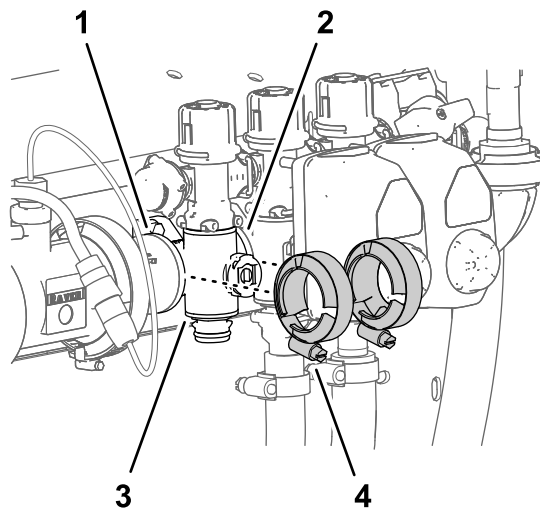

图 126
3. 取下将喷洒臂段歧管阀固定至相邻组件法兰上的 2 个法兰夹具 图 126。